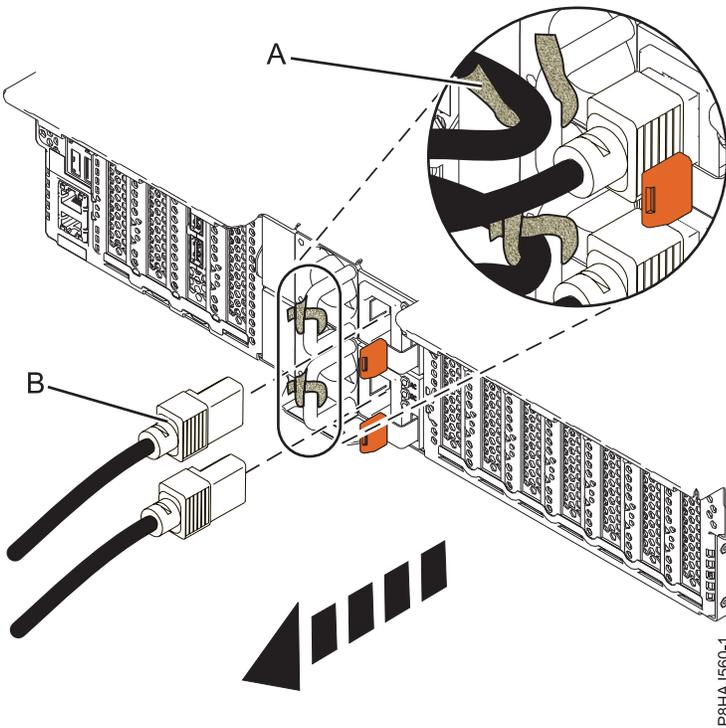
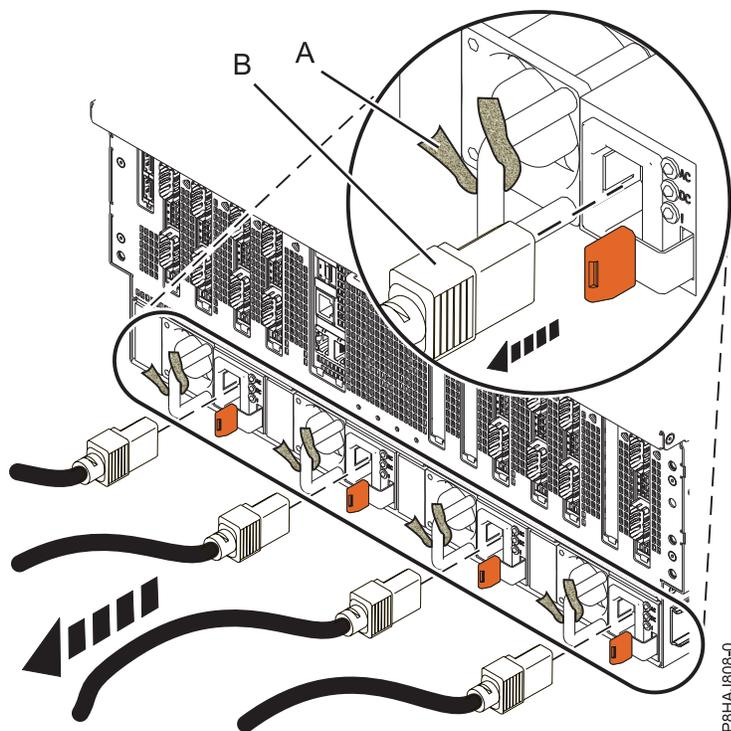

Figure 52. Retrait des cordons d'alimentation d'un système 5148-21L, 5148-22L, 8247-21L, 8247-22L, 8284-21A ou 8284-22A
Figure 53. Retrait des cordons d'alimentation d'un système 8408-44E ou 8408-E8E
3. Débranchez les cordons d'alimentation **(B)** de l'unité centrale. Voir les figures figure 51, à la page 70, figure 52, à la page 70 ou figure 53, à la page 71 selon le type de votre système.